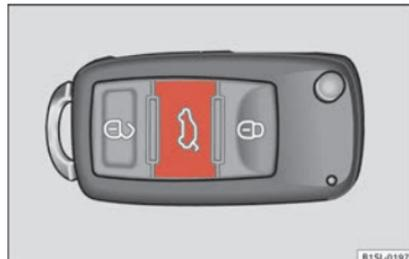

Abb. 37 Im Fahrzeugschlüssel: Taste zum Entriegeln und Öffnen der Heckklappe.
- Taste  im Fahrzeugschlüssel » **Abb. 37** etwa eine Sekunde drücken, um die Heckklappe zu entriegeln.